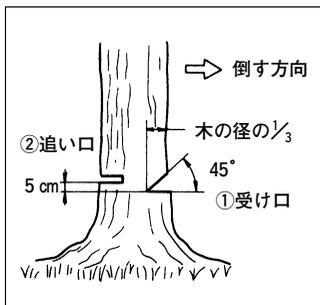

図 17
- (1) 木の形状や周囲の状況を考慮し、木を倒す方向を決めます。
- (2) 木のまわりの障害物をとり除くと同時に安全な退避場所を決めておきます。
- (3) まずはじめに倒そうとする側に受け口を切り込みます。受け口は木の直径1/3くらいが適当です。(図17)
- (4) 受け口の反対側で受け口の下面より5cm程度高い位置より追い口を切込みます。(図17)
- (5) 木が倒れはじめたら、スイッチを切り、あらかじめ決めておいた退避場所へ避難します。